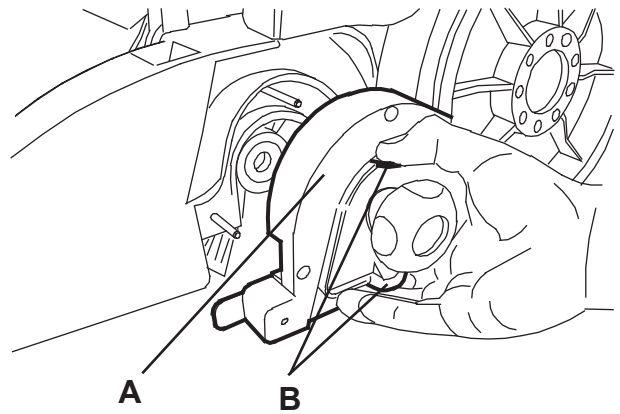

Figure 6
5. Enlever le portillon (A, Fig. 6) en le saisissant aux points (B).